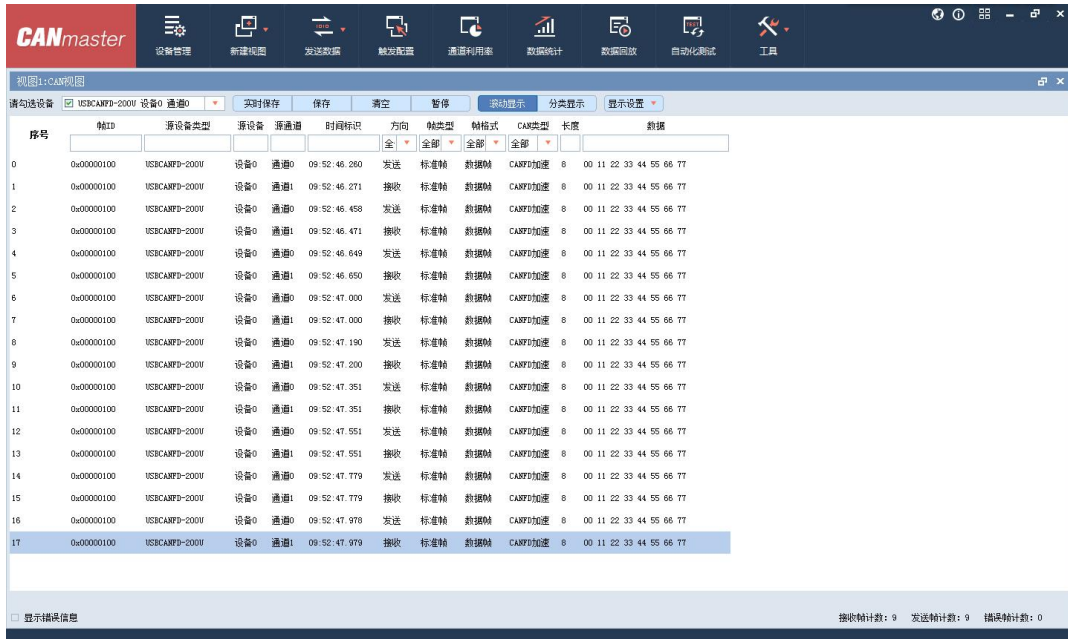

图 6.1 CANmaster 主界面
CANmaster 是一款专门针对 CAN(FD)系列板卡产品进行 CAN (FD) 报文收发、分析、测试的高级分析软件。软件可以从致远电子官网 www.zlg.cn 下载。此软件操作简单，容易上手，通过运用此软件可以非常方便的对板卡进行功能测试，从而熟悉板卡的性能。CANmaster V2.0.11 主界面如图 6.1 所示。